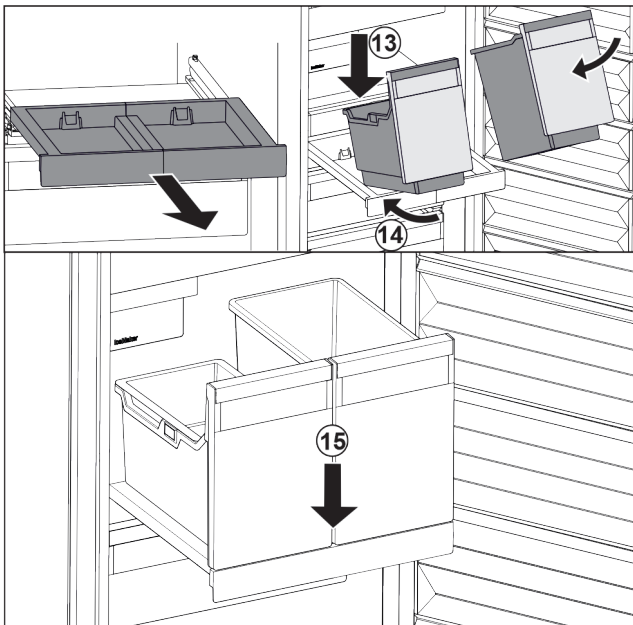

Fig. 31
- ▶ Наклоняя вниз, установите контейнеры на выдвижную панель. *Fig. 31 (13)*
- ▶ Вставьте контейнеры, наклоняя вниз, назад. *Fig. 31 (14)*
- ▶ Снимите контейнеры спереди. *Fig. 31 (15)*